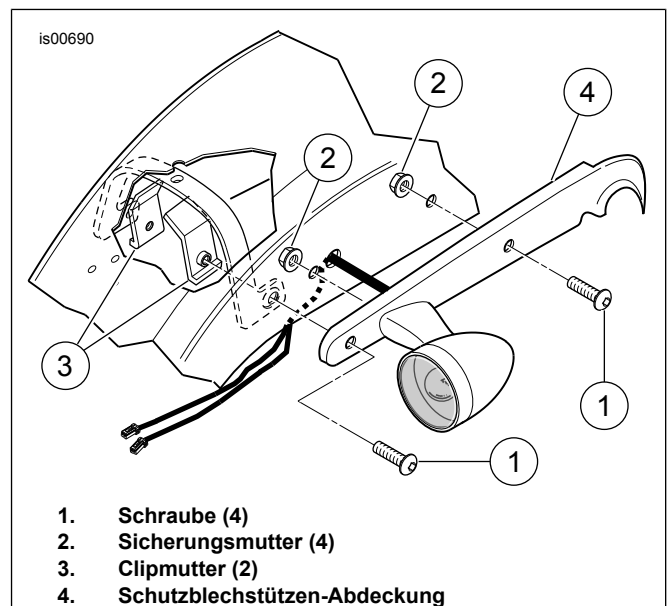

Abbildung 1. Ausbau der Hinterradschutzblechstütze
3. Siehe Abbildung 1. Die vorderen und hinteren Halbrundkopfschrauben (1), zwei Sicherungsmuttern (2) und Clipmutter (3) unter dem Schutzblech von der linken und rechten Hinterradschutzblechstützen-Abdeckungen (4) entfernen und entsorgen.